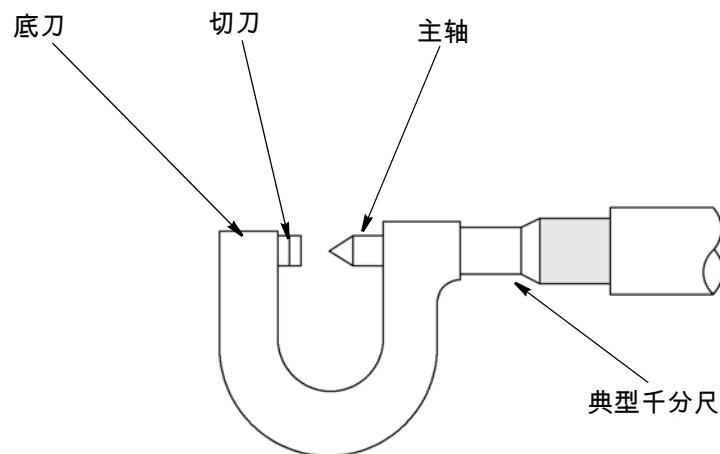
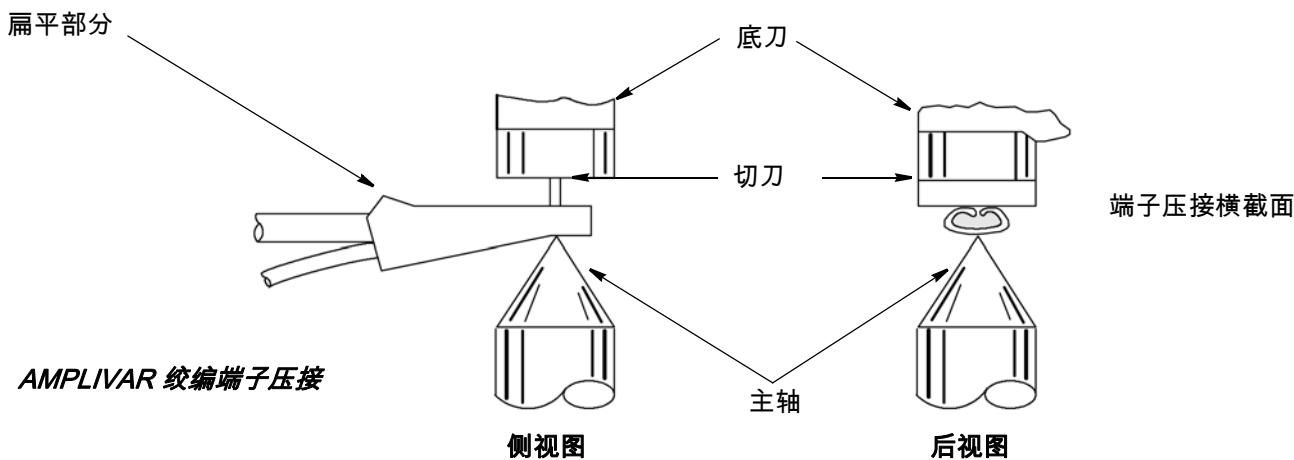

图 18
图 19
2. 使用图 18 所示的压接高度千分尺测量端接的压接高度（如图 19 所示）。压接高度必须在针对所用端子类型和线径规定的测量值  $+- 0.08 \text{ mm} [.003 \text{ in.}]$  以内。您可以从 TE 现场服务代表处获得相应的测量值。